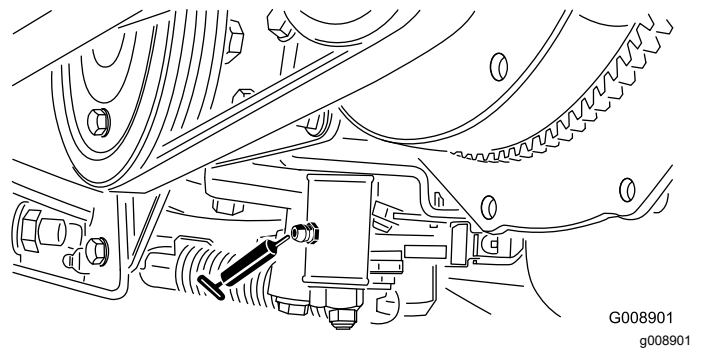

Bild 44
- Leerlaufeinstellung (Bild 44)